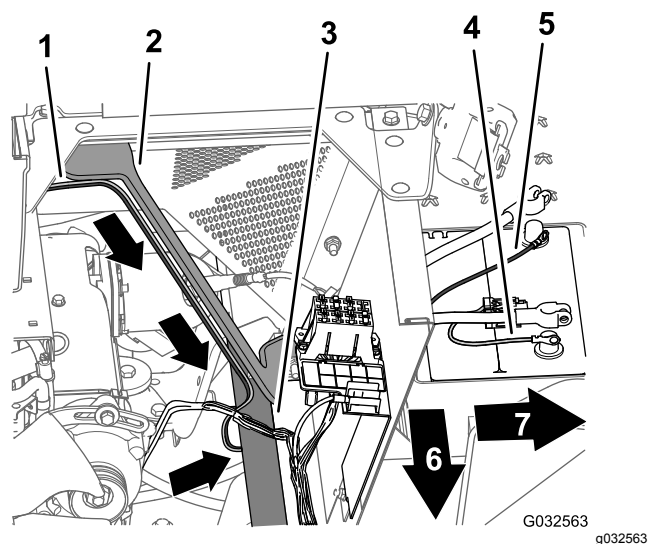

図 111
3. ワイヤハーネスの 165cm の枝線を、エンジンシュラウドの左側サポートに沿って下へ進め、左側フレームチューブの下まで導く 図 111。
4. ワイヤハーネスの 165cm の枝線についている 50 A ヒューズ、プラス端子、マイナス端子を、バッテリー上部まで導く 図 111。